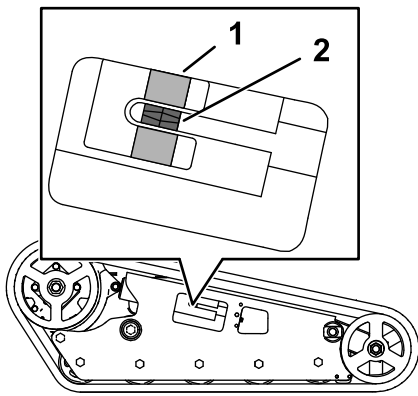

Bild 58
Stellen Sie sicher, dass der Spannblock mit der grünen Führung auf dem Aufkleber ausgefluchtet ist, oder dass der Block 1,3 cm von der Rückseite des Spannungsrohrschlitzes entfernt ist (Bild 58).
4. Drehen Sie die Spannschraube mit einer Ratsche ( $\frac{1}{2}$ " ), bis der Spannblock mit der grünen Führung auf dem Aufkleber ausgefluchtet ist, oder er 1,3 cm von der Rückseite des Spannschraubenschlitzes entfernt ist (Bild 58).
8. Stellen Sie sicher, dass sich der Spannblock an beiden Ketten an der grünen Führung auf dem Aufkleber ausgerichtet ist, oder dass er 1,3 cm von der Rückseite des Spannschraubenschlitzes entfernt ist (Bild 58). Stellen Sie sie bei Bedarf ein.